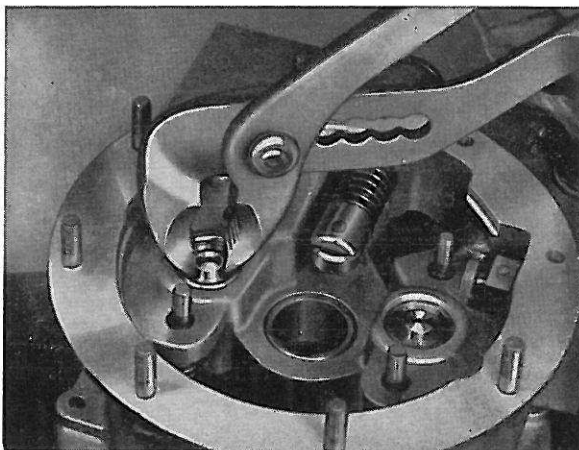
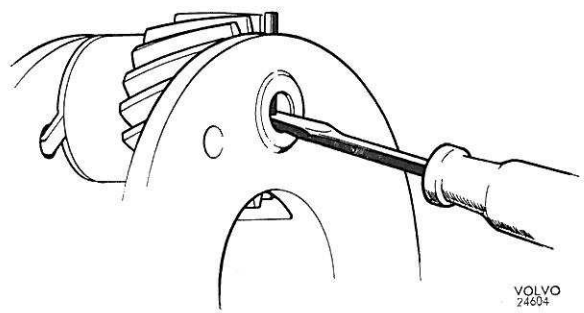
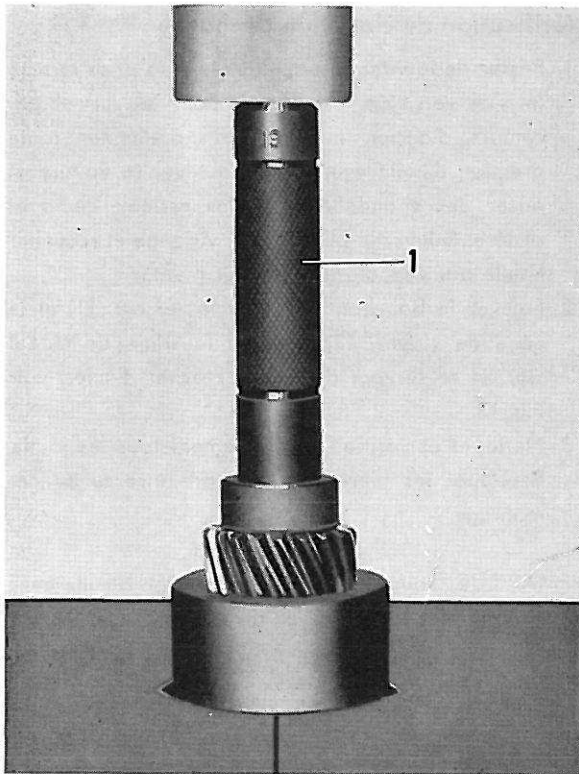

Fig. 14. Démontage du piston
Fig. 15. Extraction des goupilles de verrouillage des axes de satellites
Fig. 16. Démontage des roulements à aiguilles des satellites
1. Enlever le couvercle de la crépine d'huile et le levier supérieur (13) du clapet de commande. Retirer la crépine d'huile. Enlever les vis et déposer le relais électromagnétique (18).
2. Plier les languettes des rondelles d'arrêt, desserrer et enlever les écrous des plaquettes de pression (56) des pistons. Enlever les plaquettes de pression. Retirer les pistons en se servant d'une paire de pinces, voir Fig. 14.
3. Enlever les écrous d'assemblage du tambour d'accouplement (41), aux moitiés avant (48) et arrière (20) du carter du surmultiplicateur. Desserrer les vis alternativement de manière à éviter la production des tensions inégales des ressorts. Déposer la moitié avant du carter et le tambour d'accouplement.
4. Retirer le cône d'accouplement (43) au complet, avec palier de butée et planétaire. Enlever les 4 ressorts et la plaquette de pression. Déposer les circlips du planétaire (46) et du palier. Sortir le planétaire. Extraire le palier du cône d'accouplement. Presser le roulement hors de son support.
5. Démontez les satellites (38) et le porte-satellites (45). Retirer les goupilles de verrouillage (42) des axes de satellites en commençant par les presser au-dehors à l'aide d'un poinçon par exemple, voir Fig. 15, et en les retirant ensuite à l'aide d'une paire de pinces. En cas de difficulté, faire sauter les goupilles à l'aide d'une mèche convenable. Extraire les axes de satellites et déposer les satellites. L'extraction des roulements à aiguilles dans les satellites peut se faire à l'aide du poinçon SVO 2417, voir Fig. 16.